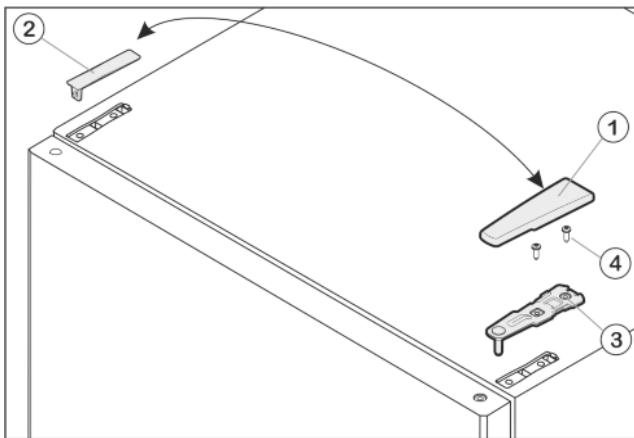

Fig. 6
- Відведіть кришку Fig. 6 (1) вперед і вгору.
- Зніміть кришку Fig. 6 (2).
- Викрутіть верхній опорний кронштейн Fig. 6 (3) (2 шт. Torx® 25) Fig. 6 (4) і відведіть вгору.
- Встановіть верхній опорний кронштейн Fig. 6 (3) в дверцята на новий бік шарніра.
- Прикрутіть верхній опорний кронштейн (з моментом 4 Нм) гвинтами (2 шт. Torx® 25) Fig. 6 (4). Попередньо зробіть отвори для гвинтів або використовуйте викрутку з акумулятором.
- Встановіть і зафіксуйте кришку Fig. 6 (1) та кришку Fig. 6 (2) з протилежного боку ззовні.